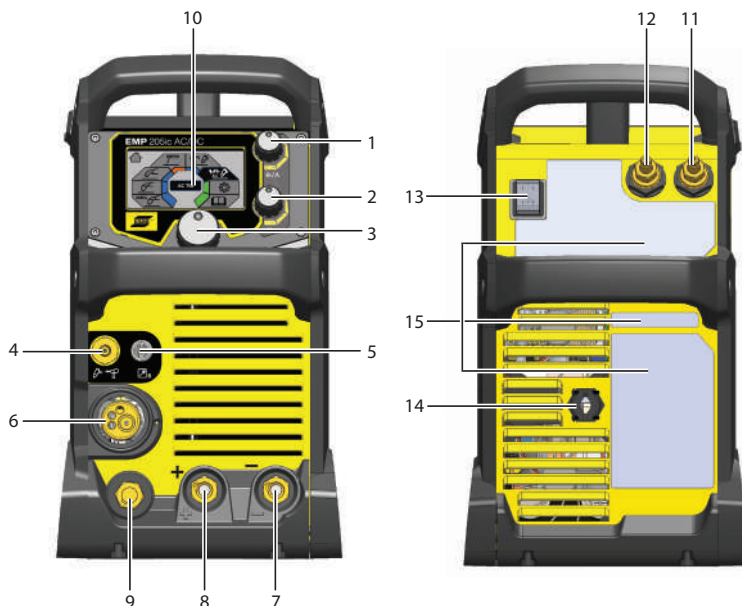

Рисунок 1. Вид спереди и сзади: Модель EMP 205ic AC/DC
У источника питания два выхода для подсоединения сварочного и обратного кабелей: отрицательный [-] зажим (7) и положительный [+] зажим (8) (см. рис. 1).
Для процесса TIG подключить кабель питания горелки TIG к отрицательному [-] зажиму (7), см. рисунок. Подсоединить гайку входа газа на горелке TIG к разъему выхода газа (4) на передней панели источника питания. Подсоединить быстроразъемное соединение газового входа (12) на задней панели к регулируемому источнику защитного газа. Подсоединить вилку горелки к отрицательному выводу [-] (7) (см. рис. 1). Подсоединить вилку горелки к отрицательному выводу [-] (7) (см. рис. 1).